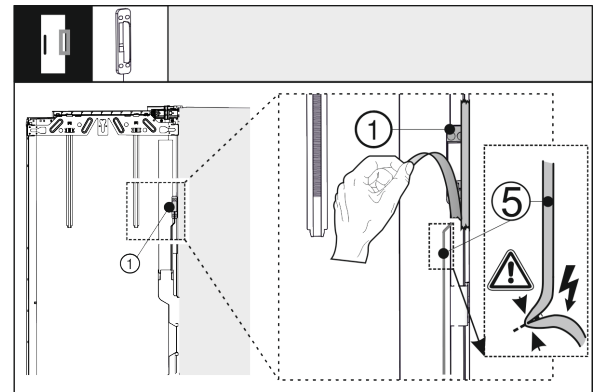

Fig. 40
- ▶ Від'єднайте датчик постукування Fig. 40 (1) від зовнішніх дверей. Не пошкодьте з'єднувальний кабель Fig. 40 (5).